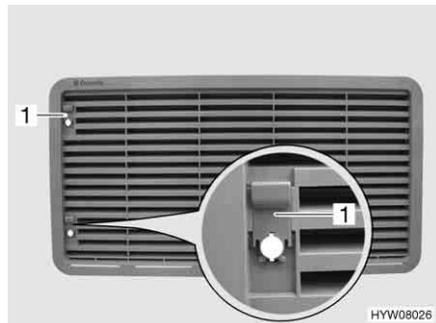
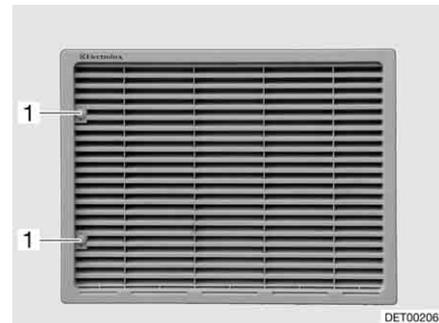

Fig. 220 Rejilla de ventilación del frigorífico (con corredera)
Fig. 221 Rejilla de ventilación del frigorífico (con tornillo)
- Según el acabado, empujar la corredera (Fig. 220,1) hacia arriba o girar el tornillo (Fig. 221,1) un cuarto de vuelta utilizando una moneda.